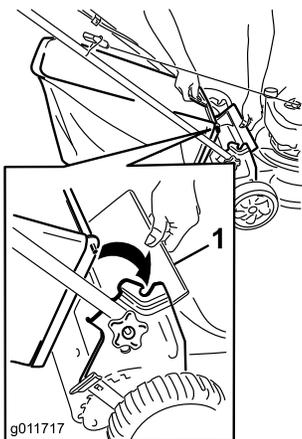

Figura 19
1. Tirate verso l'alto il deflettore posteriore (Figura 19).
2. Inserite la maniglia del cesto di raccolta nelle tacche presenti sulle staffe della stegola (Figura 19).